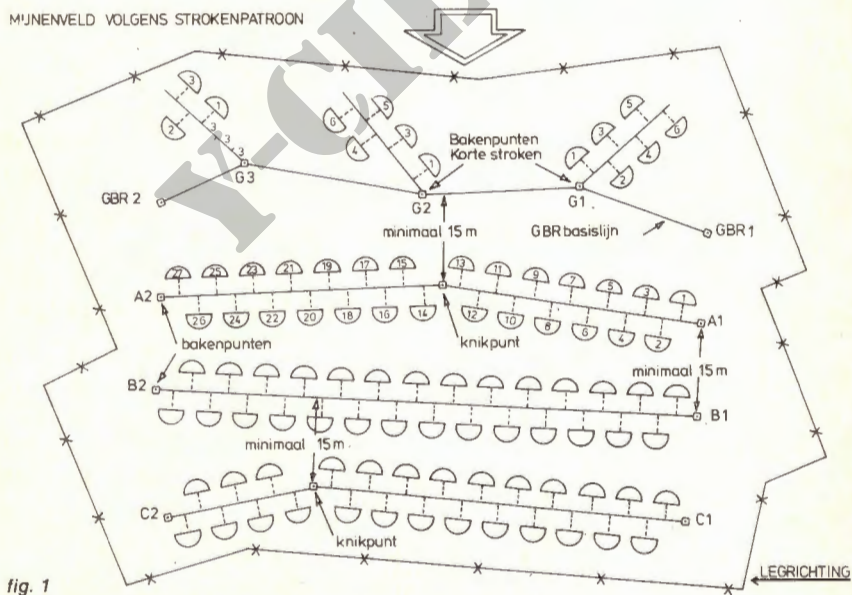

fig. 1
Boven scherfvrije schuilplaatsen moet een gronddekking van minimaal 0,5 m worden aangebracht welke wordt gedragen door één of meerdere lagen rond- of bezaagd hout of door stalen liggers van voldoende draagkracht. Zie fig. 1, 2 en 3.
Een mijnenveld gelegd volgens strokenpatroon bestaat uit een aantal (meestal 3) *stroken* en heeft aan vijands zijde in de regel een *grillige buitenrand* (gbr). Het veld wordt *afgezet* met draad en *gemarkeerd* met driehoekige rode waarschuwbordjes (fig. 1).
De stroken, korte stroken en de gbr-basislijn worden aangeduid met letters en de begin- en eindbakenpunten met cijfers (fig. 1).
- (1) Regels voor het samenstellen van trossen.
- (2) De plaats van de trossen.
- De eerste tros van een strook ligt aan vijands zijde van de aslijn op 3 m van het bakenpunt; (fig. 1)
- de trossen worden per strook of korte strook doorlopend genummerd, de trossen aan vijands zijde oneven en de trossen aan eigen zijde even. (fig. 1)